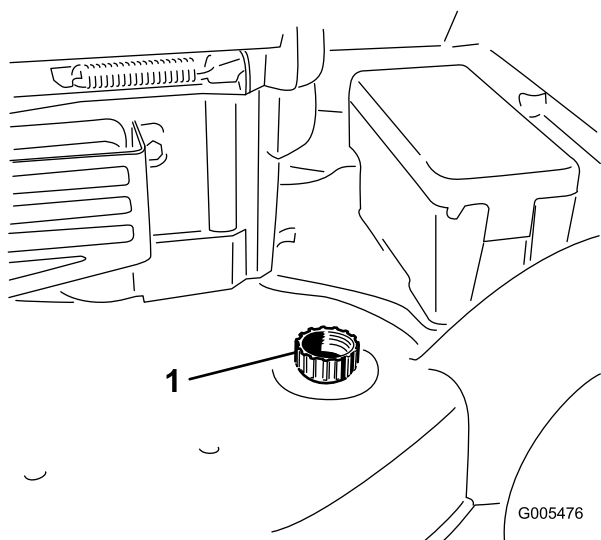

Figura 43
3. Collegate una canna da giardino al rubinetto dell'acqua ed al foro di lavaggio sulla scocca del tosaerba (Figura 43).